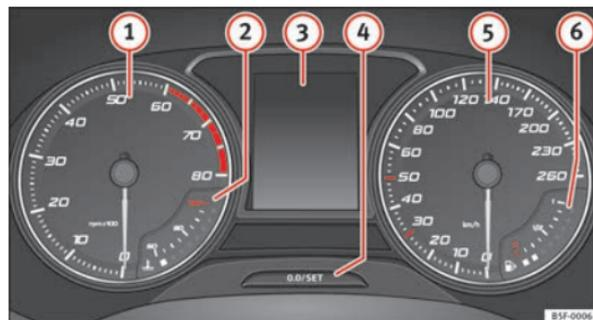

Abb. 38 Kombiinstrument in der Instrumententafel.
Erläuterungen zu den Instrumenten ⇒ Abb. 38:
Beim Einschalten der Zündung können im Display des Kombiinstrumentes \Rightarrow Abb. 38  je nach Fahrzeugausstattung verschiedene Informationen angezeigt werden:
- Drücken Sie kurz die Taste ⇒ Abb. 38 , um den Tageskilometerzähler auf 0 zurück zu setzen.
- Zum Einstellen der Uhrzeit die Taste \Rightarrow Abb. 38 $\textcircled{4}$ länger als 3 Sekunden gedrückt halten, um die Anzeige für Stunden oder Minuten auszuwählen.
Die Taste \Rightarrow Abb. 38 $\textcircled{4}$ länger als 15 Sekunden gedrückt halten, um die Motorkennbuchstaben (MKB) des Fahrzeugs anzuzeigen. Dazu muss die Zündung ein- und der Motor ausgeschaltet sein. ▶
Die Service-Intervall-Anzeige erscheint im Display des Kombiinstrumentes → Abb. 38 .